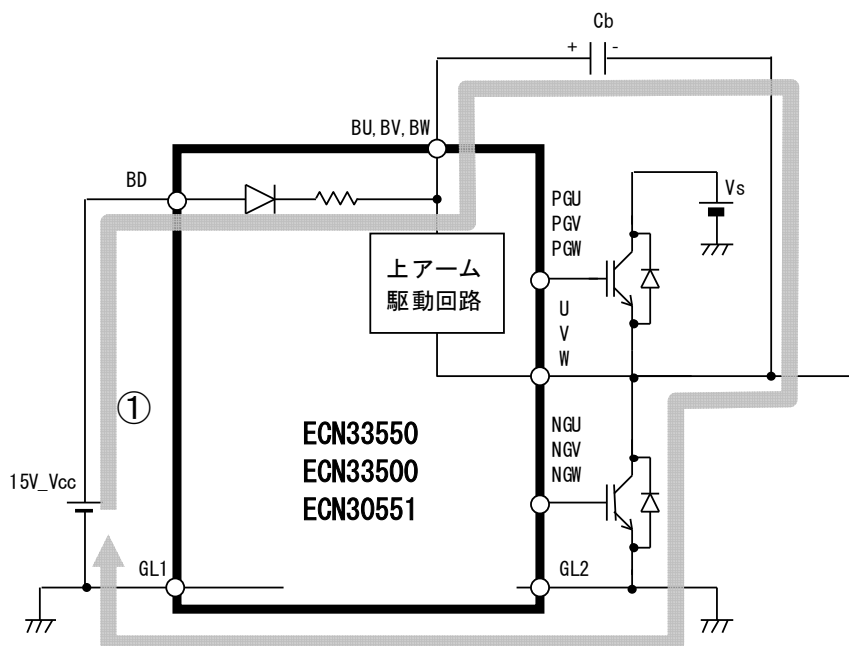

図 2.3.2.1 ブートストラップ方式電源供給方法
ブートストラップ方式の上アーム電源供給方法の概略回路を図 2.3.2.1 に示します。下アームの出力段パワー素子をオンした時に C_b への充電が行われます (経路①)。上アーム制御回路はこの時の C_b 充電電荷を電源として利用するため、出力段パワー素子のオンデューティには制限があります。ブートストラップ方式は、上アーム電源としてフローティング電源を用いる方法よりコスト的に有利ですが、上アーム制御回路を駆動するために動作の初期にコンデンサの充電を行う必要があります。